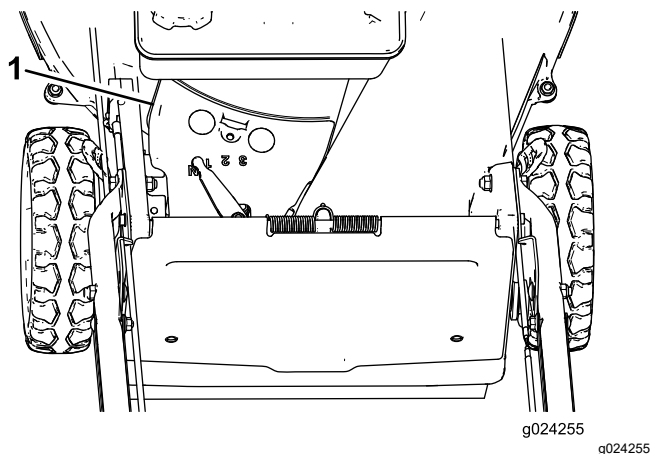

Figura 37
3. Staccate il copricinghia (**Figura 37**) dalla scocca del tosaerba.